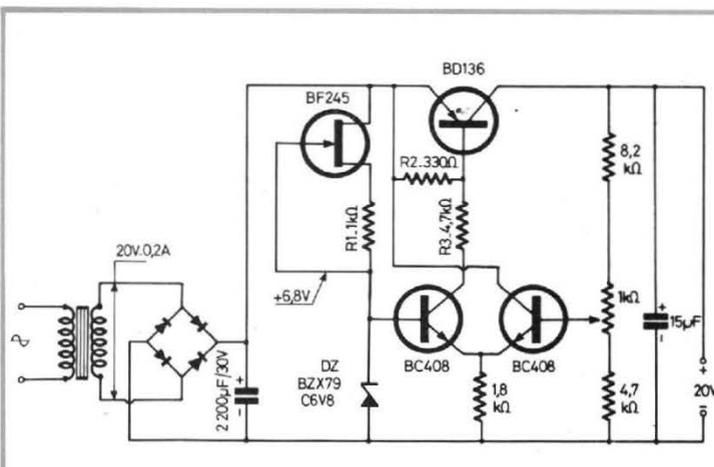

Fig. 8. - Schéma de l'alimentation régulée de l'appareil.
Le circuit de l'alimentation régulée (fig. 8) peut être assez simple, puisque l'appareil ne demande qu'une intensité d'alimentation de 50 mA environ. Mais comme le gain de l'amplificateur de mesure dépend quelque peu de la tension d'alimentation, on a prévu une diode de référence (DZ) à faible coefficient de température, et on alimente cette diode par un transistor à effet de champ, faisant office de source à intensité constante. La valeur de R_1 pourra être choisie de façon que cette intensité soit approximativement égale à 3 mA.